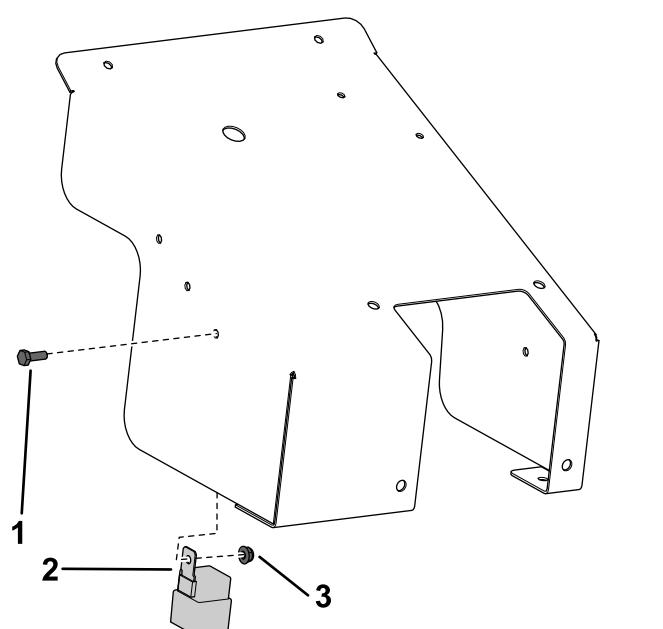

图8
6. 如图8所示用螺栓 $\frac{1}{4} \times \frac{3}{4}$ 英寸和螺母 $\frac{1}{4}$ 英寸将继电器安装到盖子内侧。